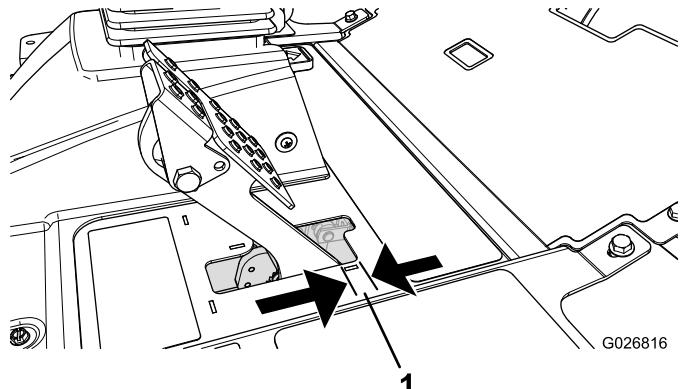

Bild 53
Stellen Sie die Bremsen ein, wenn das Bremspedal mehr als 2,5 cm Spiel hat, oder wenn die Bremsen nicht mehr gut genug greifen (Bild 53). Als Spiel gilt die Entfernung, die das Bremspedal zurücklegt, bevor ein Bremswiderstand spürbar ist.
- Ziehen Sie die hintere Mutter an, um den Zug nach hinten zu bewegen, bis die Bremspedale ein Spiel zwischen 6,3 mm und 12,7 mm haben, bevor die Radsperre auftritt (Bild 53).